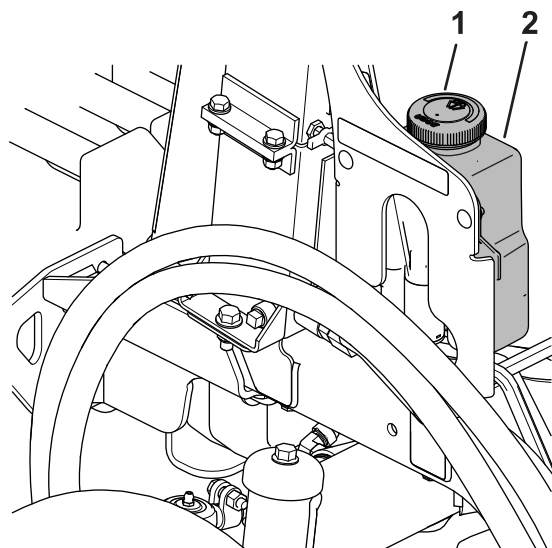

Figura 91
1. Retire a tampa (Figura 91) do reservatório.